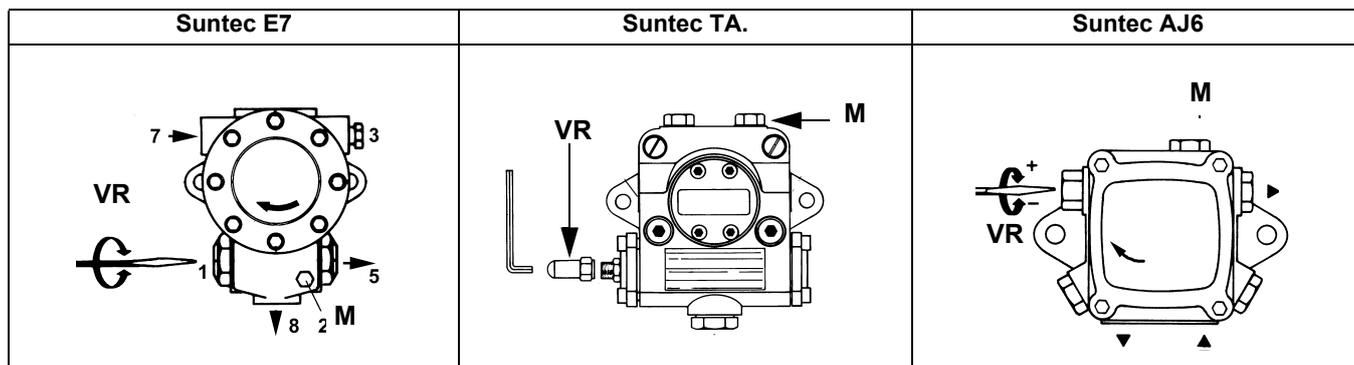

Рис. 24
- 4 Для создания кривых соотношения "топливо - воздух", обратиться к прилагаемым инструкциям на менеджер горения LMV. Давление питания форсунки уже отрегулировано заранее на заводе-изготовителе и не должно изменяться. Только в случае необходимости, отрегулировать давление питания (см. соответствующий параграф) следующим образом: установить манометр в положение, указанное, воздействовать на регулировочный винт VR насоса (см. Рис. 24) до получения на форсунке давления в 20бар ;